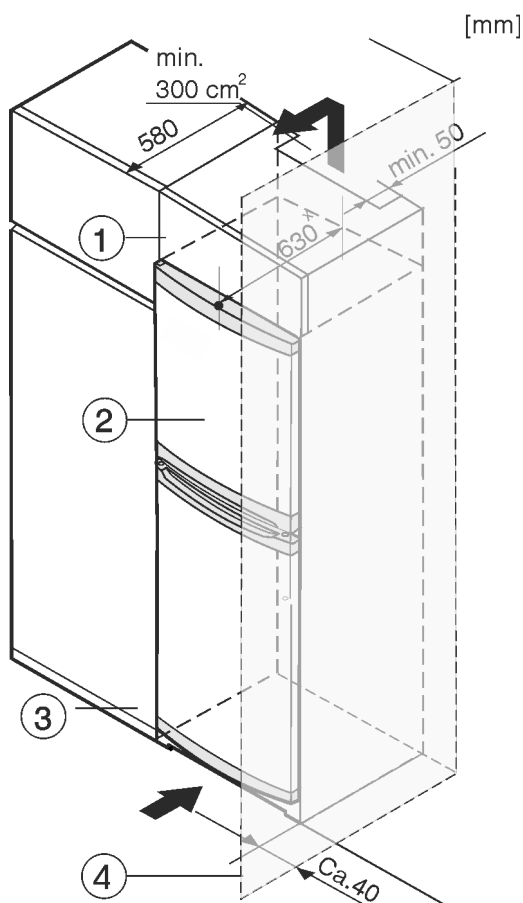

Fig. 8
Ierīci var iebūvēt virtuves skapjos. Lai salāgotu ierīci Fig. 8 (2) ar nišas augstumu, virs tās var ierīkot uzliekamu skapīti Fig. 8 (1).
Ja apkārt ierīcei ir virtuves skapji (dziļums nepārsniedz 580 mm), ierīci var novietot tieši blakus virtuves skapim *Fig. 8 (3)*. Ierīce attiecībā pret virtuves skapi ir izvirzīta par 34 mm x korpusa sānu malās un par 50 mm x korpusa vidusdaļā.
Ja ierīce ar šarnīriem tiek uzstādīta blakus sienai *Fig. 8 (4)*, attālumam starp ierīci un sienu jābūt vismaz 40 mm. Tas atbilst atlikušajam attālumam līdz rokturim pie atvērtām durvīm.